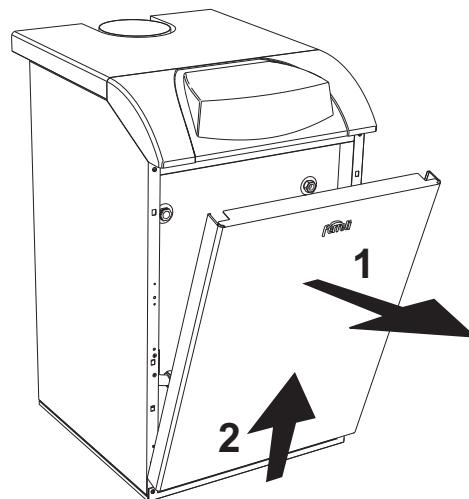

рис. 8 - Открытие лицевой панели
Для открытия передней панели котла следуйте указаниям, приведенным в рис. 8.
- Снимите лицевую панель котла (рис. 8).